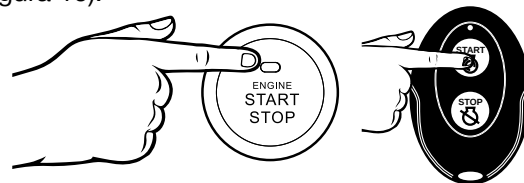

Figura 10 - Botón de arranque / arranque remoto
7. Mantenga presionado el botón de arranque durante 1 segundo, luego suelte. Si usa el arranque remoto, mantenga presionado INICIO en el control remoto hasta que el generador arranque, luego suelte (vea la Figura 10).